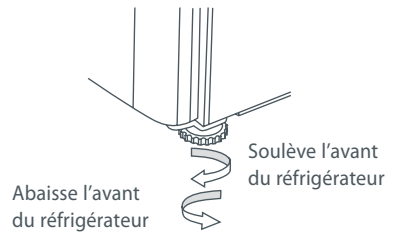

Fig.11 Pied du réfrigérateur
- C Dévissez les pieds avant jusqu'à ce que le réfrigérateur soit incliné vers l'arrière, avec la partie avant environ ½ po (10 mm) plus haute que la partie arrière. Il sera ainsi plus facile de fermer la porte. (Reportez-vous à l'illustration Fig.11.)